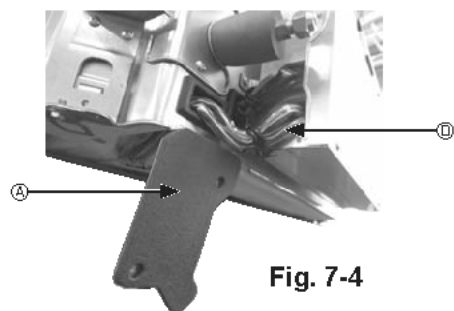

Fig. 7-4
① Снимите два винта, крепящих крышку проводов основного блока, а затем откройте крышку.
② Проложите провода датчика i-See и приемника сигнала в каналы для проводов в коробке электрических компонентов, как показано на схеме, и вокруг втулки на стороне основного блока. (Fig. 7-4)